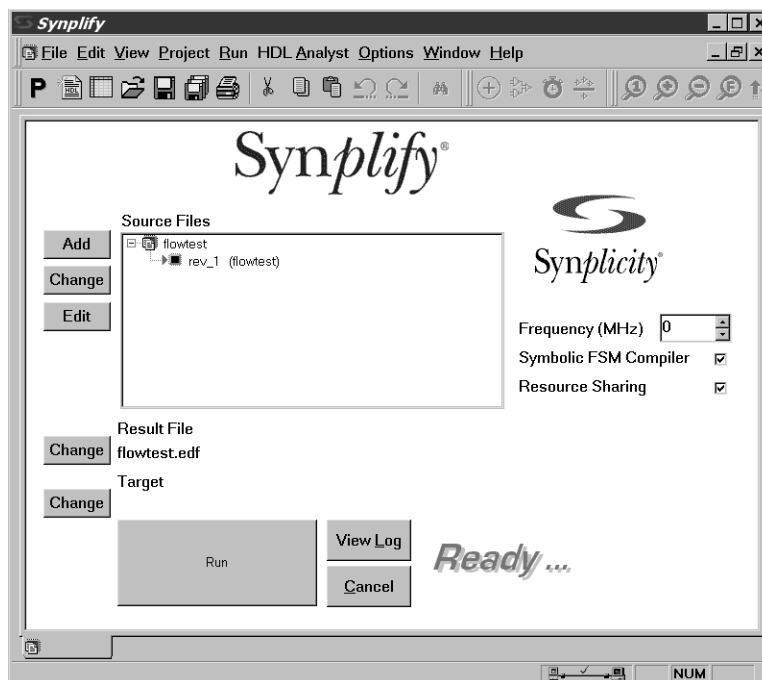

图 5-9：项目窗口
3. 单击 OK 退出对话框并返回到项目窗口（图 5-9）。